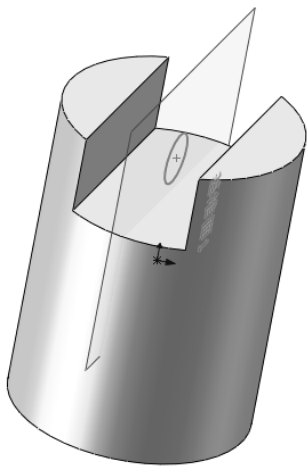

图 5-2 打开的文件实体
1) 保持草图处于激活状态，如图 5-2 所示，单击“特征”工具栏中的（拉伸凸台/基体）按钮，或选择菜单栏中的“插入”→“凸台/基体”→“拉伸”命令，或者单击“特征”面板中的“拉伸凸台/基体”按钮.